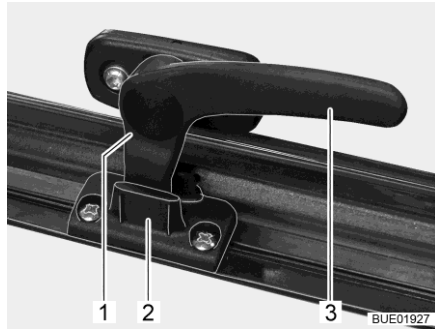

Bild 15 Låsarm i läget "kontinuerlig vädring"
- I läget "kontinuerlig vädring" (Bild 15)
- Sväng låsarmen (Bild 15,3) ett kvarts varv mot fönstrets mitt.
- Sväng låsarmen ett kvarts varv mot fönsterkarmen. Därvid måste låsspaken (Bild 15,1) föras in i spåret på fönsterlåset (Bild 15,2).